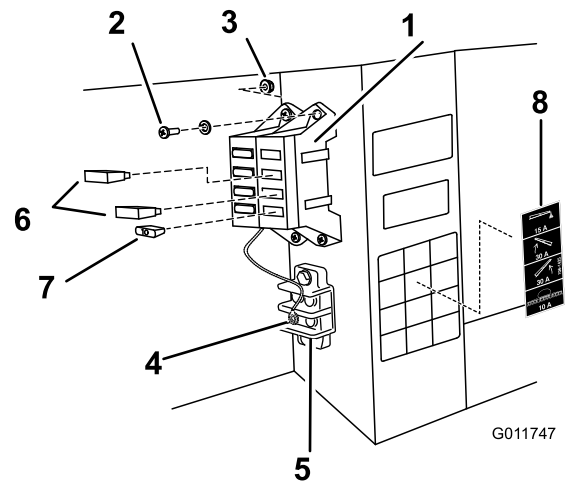

図 12
8. スター・ワッシャをはさんで、アース線 (黒) を車体フレームの内側についている 1/4 in ボルトに接続する (図 12)。
10. ネジ2本 (#10-24 x 3/4 in) とロックナット2個 (#10-24) を使い、図 12 のように、既存
- A. 左用と右用のブーム昇降ヒューズ取付場所にそれぞれ30 Aサーマル・ブレーカを取り付ける(図 12)。
- B. 散布システム用電源ヒューズ取付場所10 A ヒューズを取り付ける(図 12)。